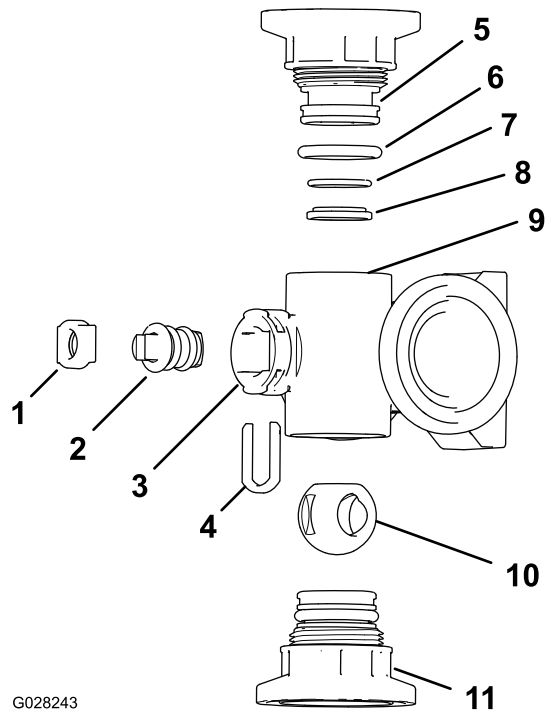

图 120
- 从歧管体的两端拆下 2 个端盖接头组件图 120 和图 121。
- 向气门芯涂抹硅脂然后将其插入气门芯座图 120和图 121。
- 将阀杆插入歧管并放好然后使用阀杆卡环固定阀杆和阀杆座图 120和图 121。
- 确保反向固定 O 形圈和球阀座对齐并在端盖接头中放好图 120和图 121。
- 将端盖接头总成安装到歧管体上直至端盖接头凸缘接触到歧管体图 120和图 121然后再将端盖接头旋转 1/8 圈。
- 从歧管气门芯口的插槽中取下气门芯卡环图 120和图 121。
- 从歧管中取下气门芯卡环和气门芯座图 120和图 121。
- 将手伸入歧管体并取出阀杆组件图 120和图 121。
- 检查出口接头 O 形圈仅限喷洒臂段阀歧管、端盖 O 形圈、反向固定 O 形圈和球阀座是否损坏或磨损图 120和图 121。